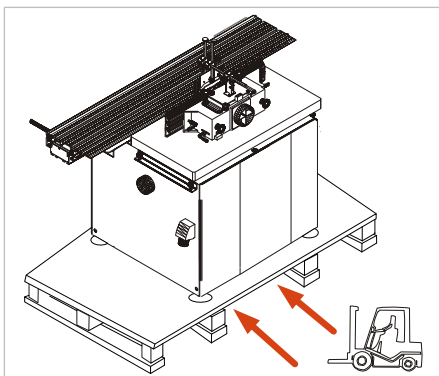

Abbildung 4: Abladen mit Gabelstapler
- Mit den Gabeln des Gabelstaplers mittig zwischen die Palettenhölzer fahren und die Gabel des Staplers dabei so zuführen, wie es in ⇒ Abbildung 4 veranschaulicht ist.